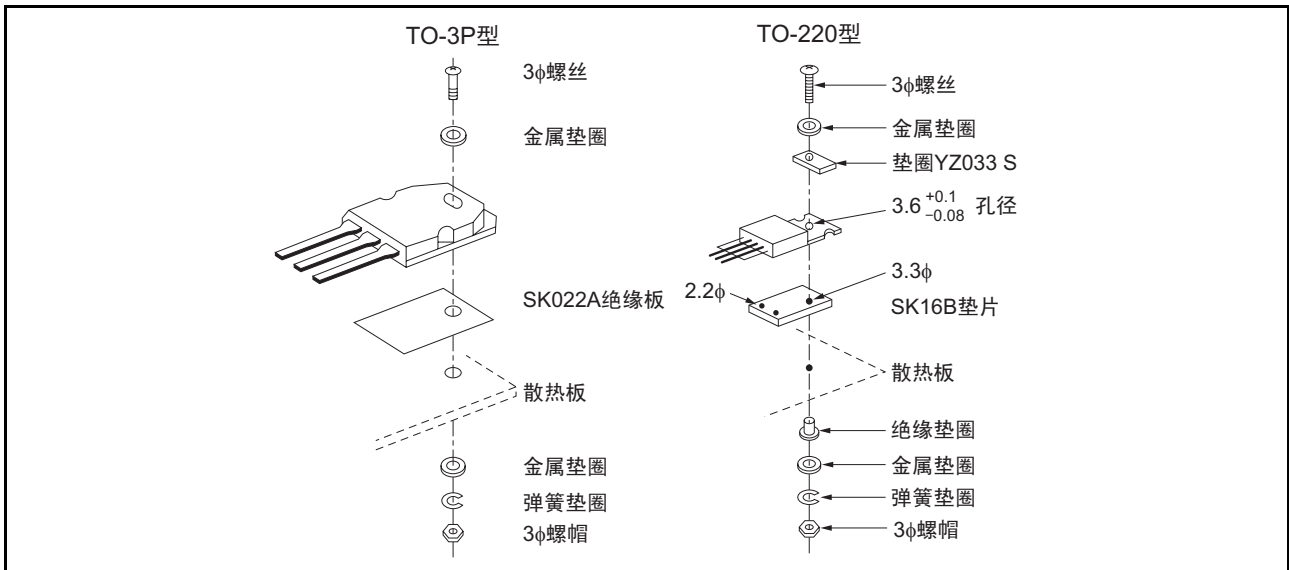

图9 功率晶体管的安装方法例子
- (8) 安装功率器件时, 请使用推荐的元件 (垫片、垫圈、接线片、螺丝和螺母等)。(参照图9)
- (9) 注意使用的螺丝。